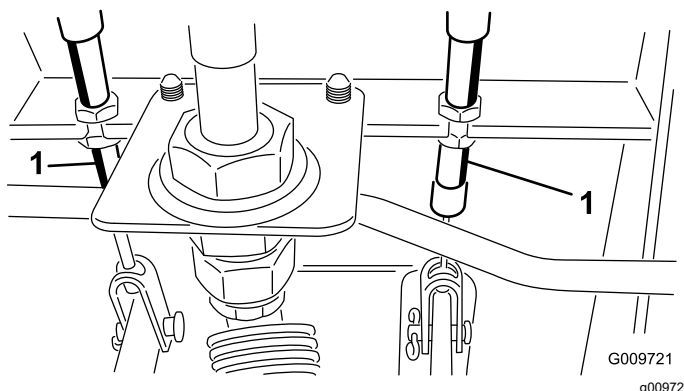

Figura 76
- A. Afloje la tuerca delantera del extremo roscado del cable de freno (Figura 76).